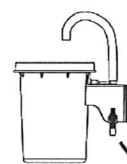
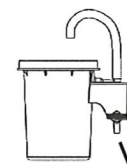

Figure 2 On
Figure 3 Off
4. S'assurer que le robinet d'arrêt est fermé. (Figure 3)
Remarque : Le robinet d'arrêt est ouvert à la vertical (Figure 2) et fermé à l'horizontale (Figure 3).